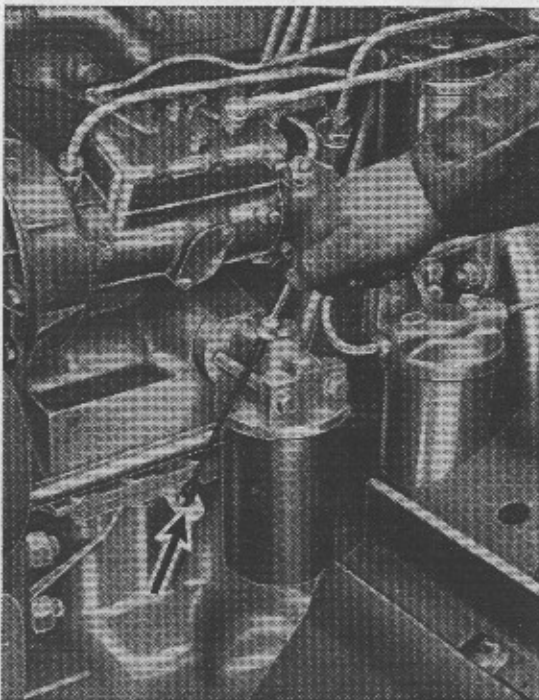
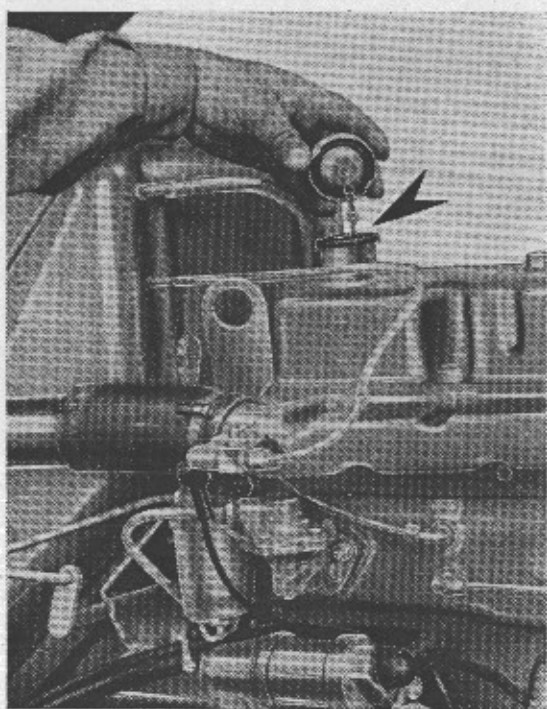

Fig. 33
Fig. 43
- 3) **Coppa motore** - Verificare che il livello olio giunga in prossimità del riferimento « MAX », inciso sull'asticina di controllo (fig. 33); se è necessario, ripristinare il livello dal bocchettone introduzione olio (fig. 43).
1) **Olio coppa motore** (fig. 43) - Scaricare l'olio dal tappo inferiore della coppa motore e rifornire nuovamente la coppa con olio nuovo.